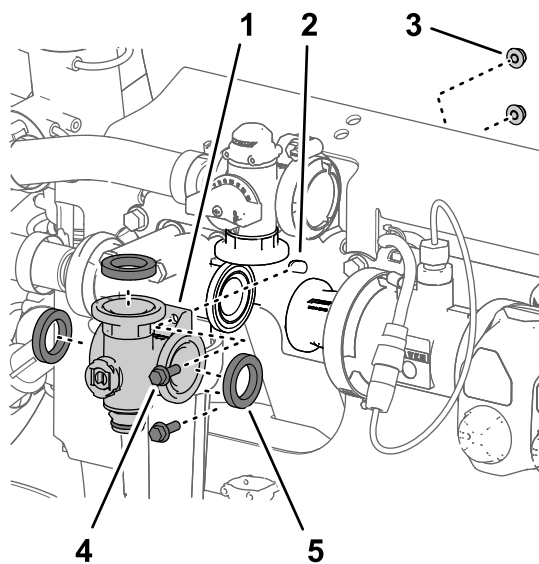

Figure 124
3. Retirez les 2 boulons à embase ($\frac{1}{4}$ " x $\frac{3}{4}$ ") et les 2 contre-écrous à embase ($\frac{1}{4}$ ") qui fixent le collecteur de vanne d'agitation au support de vanne (Figure 124).
4. Déposez le collecteur de vanne d'agitation et les joints de la machine (Figure 124).